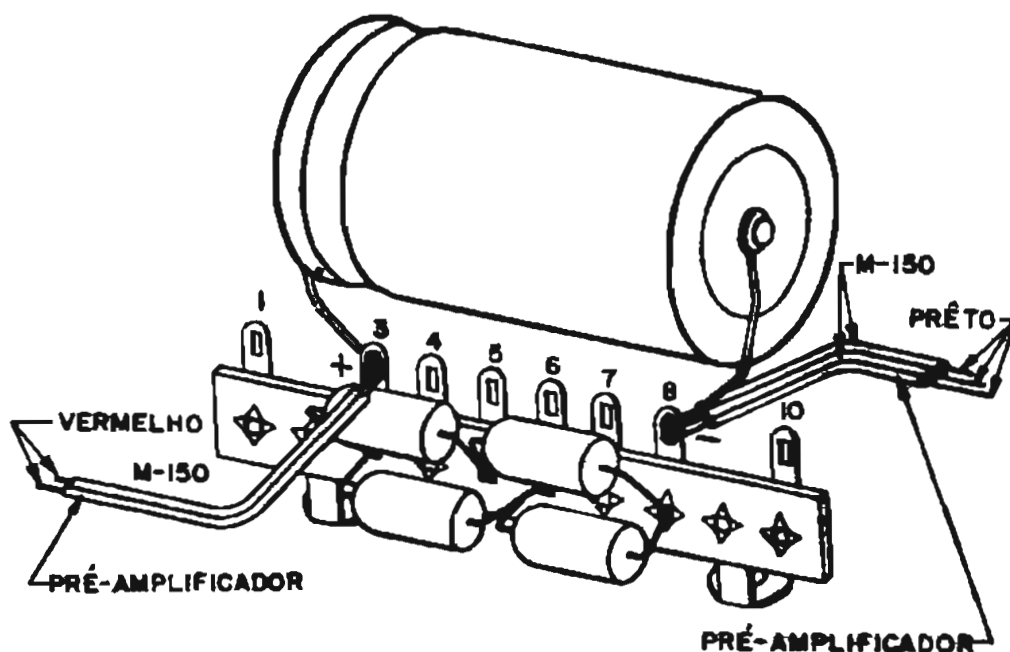

Figura 17 - Montagem da ponte retificadora na régua de terminais.
Monte o conjunto de acordo com as instruções abaixo, orientando-se pela figura 17.
- Coloque e solde o capacitor C_{10} de $2500\mu\text{F} \times 50\text{V}$, com a polaridade indicada na figura 17;
A retificação é feita por duas pontes idênticas à anterior, uma para cada canal. A montagem, sobre a régua, indicada na figura 17, deverá ser efetuada duas vezes, seguindo-se os itens de a até e da etapa B1. Os pontos 5, 6 e 8 da segunda régua deverão ser ligados, respectivamente, aos pontos 5, 6 e 8 da primeira.